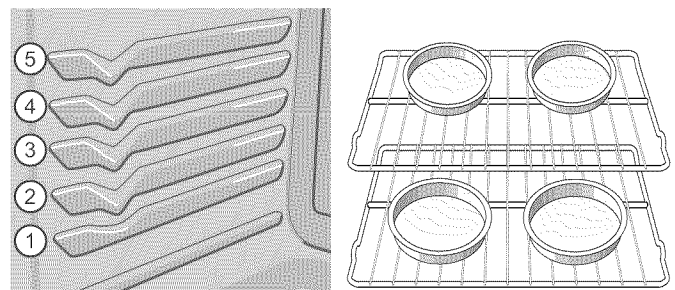

Figura 7: Posiciones de las parrillas y espacio entre los utensilios para obtener mejores resultados
Para obtener los mejores resultados cuando hornee tortas con dos parrillas, coloque las parrillas en las posiciones 2 y 4 (Figura 7).
- Cuando hornee alimentos usando dos parrillas, coloque los utensilios como se muestra en Figura 7. Para una adecuada circulación del aire, deje al menos 2" (5 cm) alrededor de los utensilios.